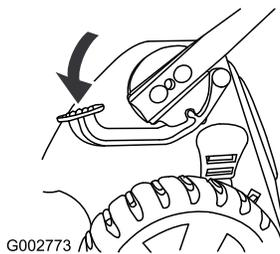

Figura 48
1. Premete il pedale col piede e tenetelo premuto (Figura 48).